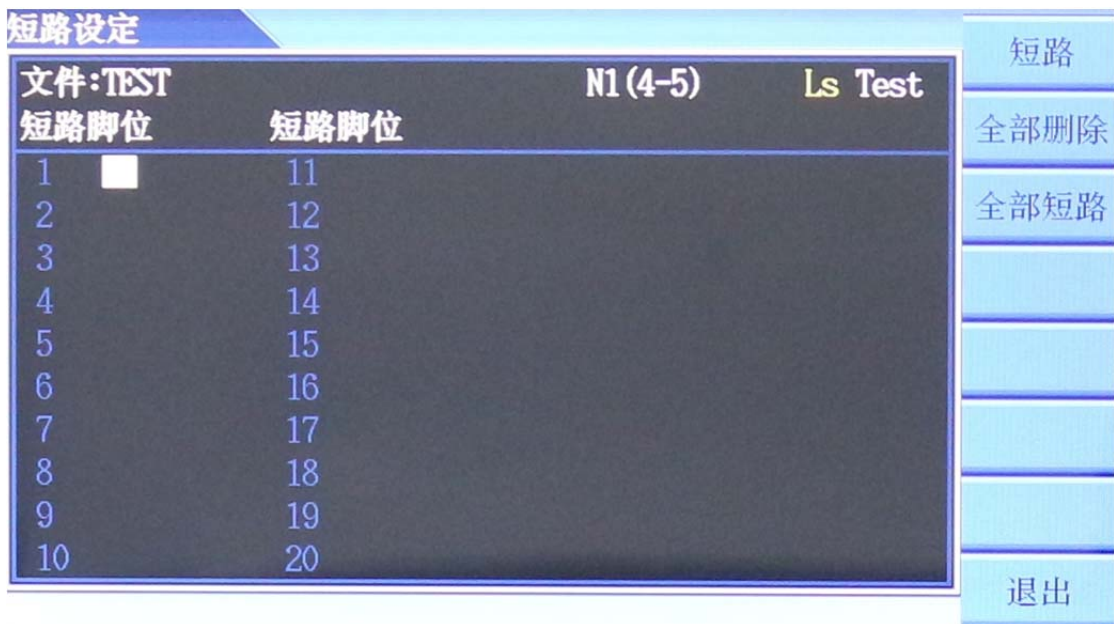

图 3-23
- (f) **短路** 线圈短路设置, 按下【**短路**】软键进入线圈短路设置界面如图 3-23